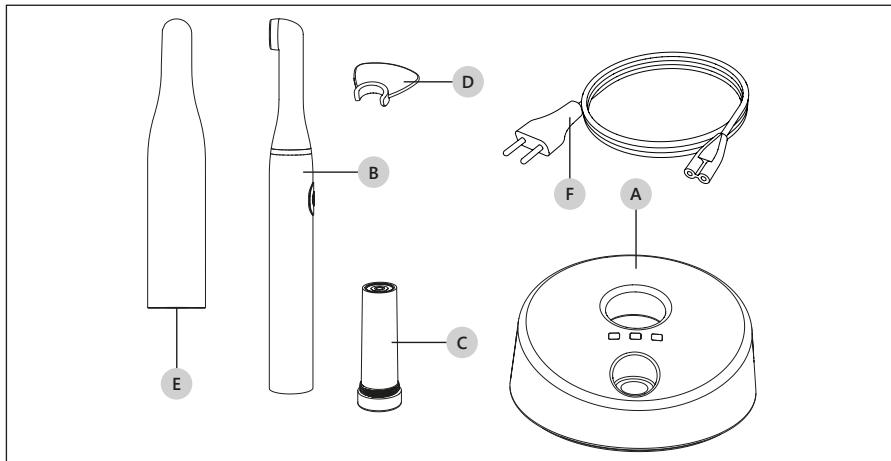
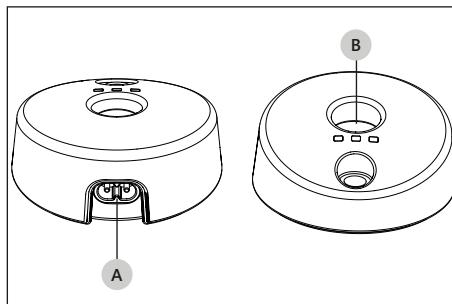

Figure 5 – La Liste des Composants
Figure 6 – Unité de recharge.
⚠ ATTENTION: Recharger la batterie en utilisant exclusivement l'unité de recharge Mectron (Figure 5 à page 8 - Réf. A). Ne pas essayer la recharge avec d'autres chargeurs. DANGER d'explosion ou d'incendie.
Se référer à la Figure 5 à page 8:
⚠ DANGER: Ne pas introduire d'objets métalliques dans le porte-pièce à main de la station de recharge (Figure 6 à page 10 - Réf. B) quand l'appareil est allumé.
2. Insérer le câble d'alimentation du courant électrique (Figure 5 à page 8 - Réf. F) dans la connexion qui se trouve sur la partie arrière de l'appareil (Figure 6 à page 10 - Réf. A) et ensuite dans la prise au mur. LED vert power allumé (Tableau 1 à page 11 - Réf. A).
1. Insérer la pièce à main dans son siège sur l'unité de recharge (Figure 6 à page 10 - Réf. B). Le LED jaune battery s'allume (Tableau 1 à page 11 - Réf. B).
⚠ ATTENTION: Recharger la batterie en utilisant exclusivement l'unité de recharge Mectron (Figure 5 à page 8 - Réf. A). Ne pas essayer la recharge avec d'autres rechargeurs. DANGER d'explosion ou d'incendie.